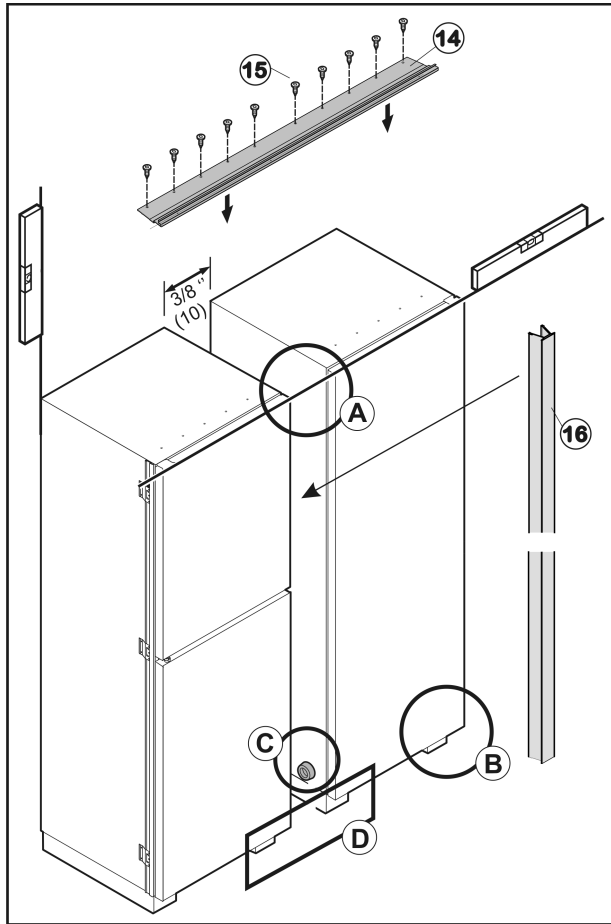
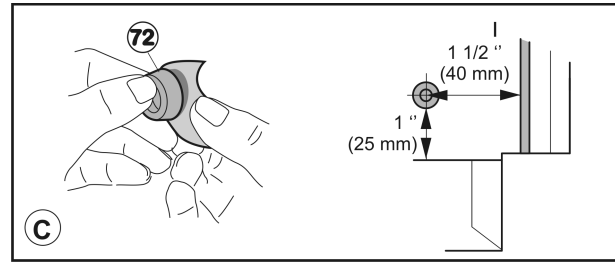
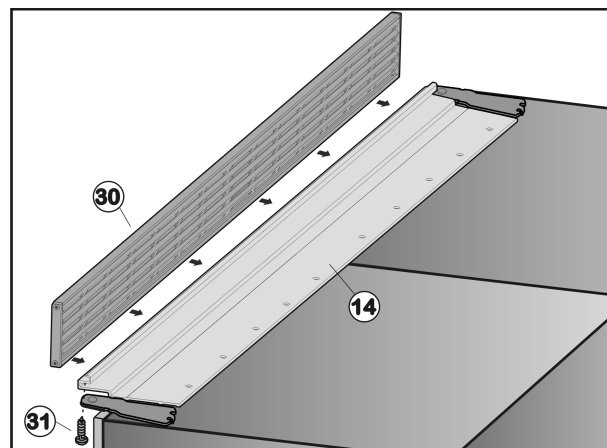
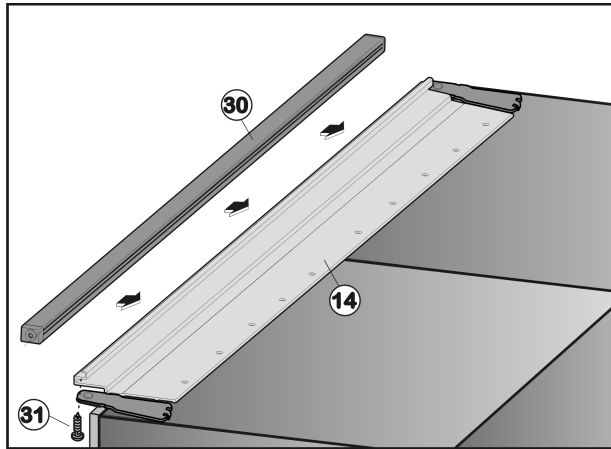

Fig. 42
Fig. 44
Fig. 49
Fig. 50
- Coller la pièce d'écartement Fig. 44 (72) en bas sur la paroi latérale du côté poignée, à env. 1,5 pcs (40 mm) du bord avant de l'appareil vers l'intérieur.
- Mettre le profilé d'encastrement en haut Fig. 42 (14) sur l'appareil et l'aligner de telle sorte que les trous du profilé d'encastrement et de l'appareil soient les uns au-dessus des autres.
- Visser le profilé d'encastrement sur le dessus Fig. 42 (14) avec les vis Fig. 44 (15) à travers des trous pré-perçés.
- Mettre la grille de ventilation Fig. 49 (30) sur le profilé d'encastrement Fig. 42 (14) et la placer de telle sorte que les trous de la grille de ventilation et du profilé d'encastrement soient les uns au-dessus des autres.
- Visser la grille de ventilation Fig. 49 (30) par le dessous avec quatre vis Fig. 49 (31) au profilé d'encastrement.
- Mettre la baguette de bord Fig. 50 (30) sur le profilé d'encastrement Fig. 42 (14) et la placer de telle sorte que les trous de la baguette de bord et du profilé d'encastrement soient les uns au-dessus des autres.
- Visser la baguette de bord Fig. 50 (30) par le dessous avec quatre vis Fig. 50 (31) au profilé d'encastrement.